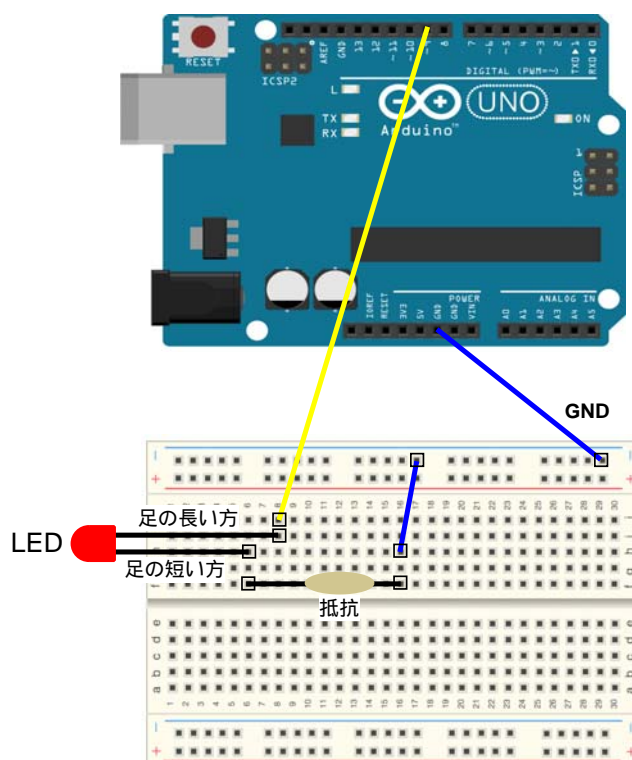

図 3: 接続図
Arduino 上にある 13 番のデジタル入出力ピンとつながっている LED を点滅させる回路（「インタラクティブなデバイスを作る（1）」の L チカ）を参考に，図 3 のようにさらに LED を 9 番ピンに接続し，双方の LED が交互に点滅するプログラムを作成する．点滅の間隔は前と同じく 500[ms] とする．
- 【1】 図 3 のように Arduino，LED，抵抗等を接続